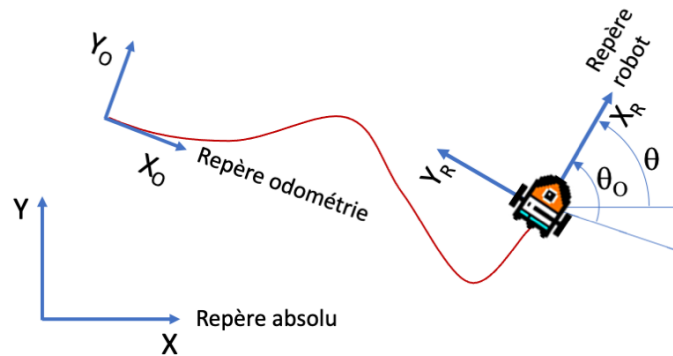

FIGURE 2 – Les différents repères utilisés dans le projet. Tous les angles sont en radians, dans le sens trigonométrique.
- de l'**odométrie** avec la fonction `self.odometer_values()` qui renvoie un `array` avec la position $[x_O, y_O, \theta_O]$ estimée dans le repère odométrie initialisé à $[0, 0, 0]$ au lancement de la simulation (voir figure 2. Le robot démarre avec une orientation aléatoire par défaut, le repère odométrie a donc une orientation aléatoire à chaque lancement. Vous pouvez supprimer cette initialisation aléatoire pour mettre au point plus facilement si besoin.